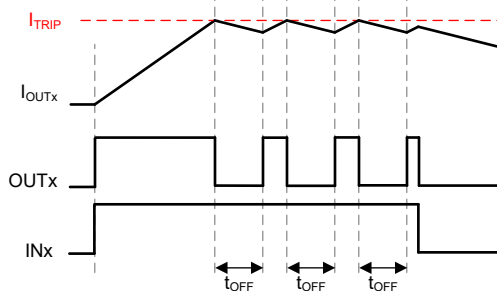

图 7-4. 电感负载接地，固定关断时间电流斩波
- 对于图 7-4 所示的情况，当  $INx = 1$  时，低侧 MOSFET 在  $I_{OUT}$  超过  $I_{TRIP}$  后，在  $t_{OFF}$  时间内保持导通状态。 $t_{OFF}$  后，将再次导通高侧 MOSFET，直至  $I_{OUT}$  再次超过  $I_{TRIP}$ 。